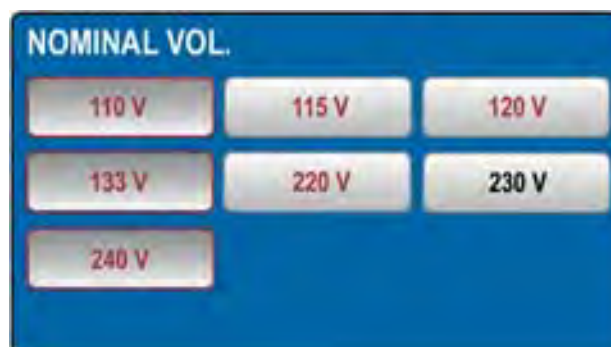

Fig. 15: Menu TENSIONE NOMINALE
- **TENSIONE NOMINALE** (NOMINAL VOL.) → Usare questo menù per selezionare la tensione nominale di rete utilizzata nelle misure LOOP e URES (vedere Fig. 15). Nelle misure LOOP è utilizzata per il calcolo della corrente di cortocircuito presunta (vedere § 6.6) In funzione URES (solo modalità lineare) la tensione nominale viene utilizzata per riferire i valori misurati (vedere § 6.8.1).